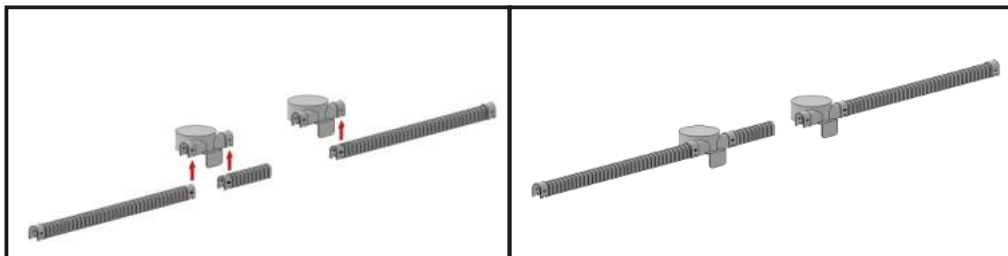

Рис. 24.
8.2.1. Произвести предмонтажную сборку устройства, присоединив поочередно к капоту гофр-рукава, вставив их концевые части в соответствующие пазы капота (Рис. 24).